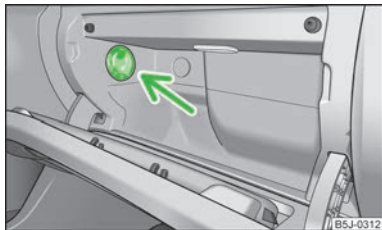

Fig. 62
- Sistemul de răcire se pornește/oprește de la comutator » fig. 62.